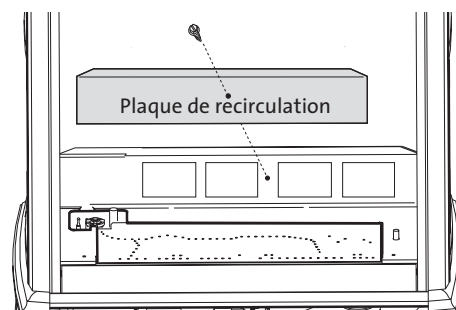

Figure 5. Retirer la plaque de recirculation
1. Pour tout poêle à terminaison verticale - Fig. 5. Retirez la plaque de recirculation de l'arrière de la jupe du brûleur. Il est sécurisé par une seule vis à tête.
- Retirez la plaque de recirculation de l'arrière de la jupe du brûleur comme indiqué sur la fig. 5. Déterminez quelles plaques de restriction d'admission d'air doivent être utilisées en suivant les directives de la page 9.